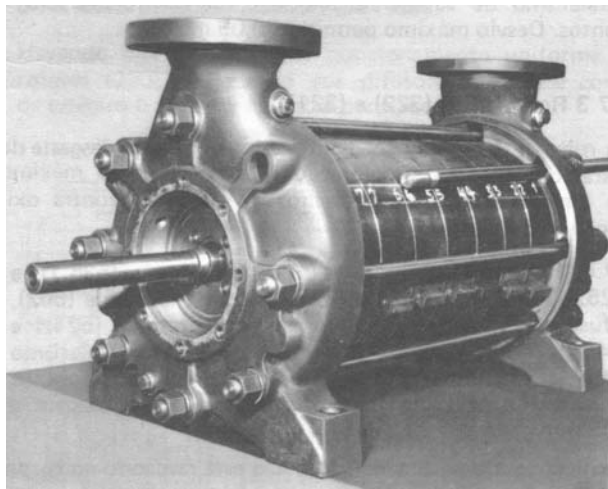

Figura 44 – Marcação das peças e desmontagem dos tirantes
- Soltar as porcas (920.4) e desmontar os tirantes (905). Vide Figura 44.